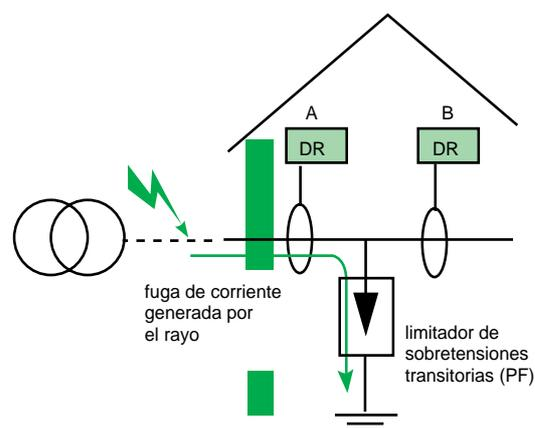

Fig. 5.18. En una instalación con pararrayos, los diferenciales pueden ser diferentes: en A un diferencial retardado o de tipo S, en B un diferencial estándar.
Si la instalación dispone de un limitador de sobretensiones (PF), se debe evitar situar el diferencial sobre el camino de fuga de la corriente generada por el rayo (**fig. 5.18**), si no, la puesta en servicio del diferencial inmunizado contra estas corrientes (retardados o de tipo S) es la solución.